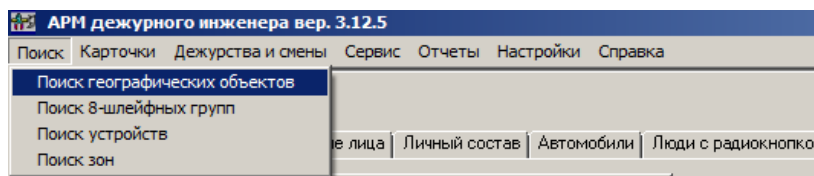

Рисунок 41
3.6.2 Для поиска требуемой карточки (списка карточек) по охраняемым объектам, зонам, группам, приборам, нужно воспользоваться пунктом меню главного окна программы АРМ ДИ «Поиск» (рисунок 41).